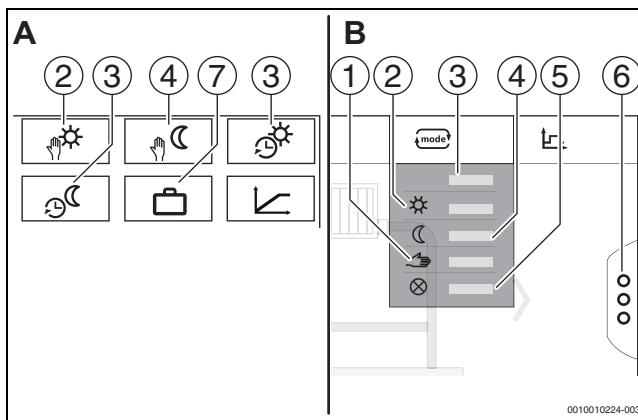
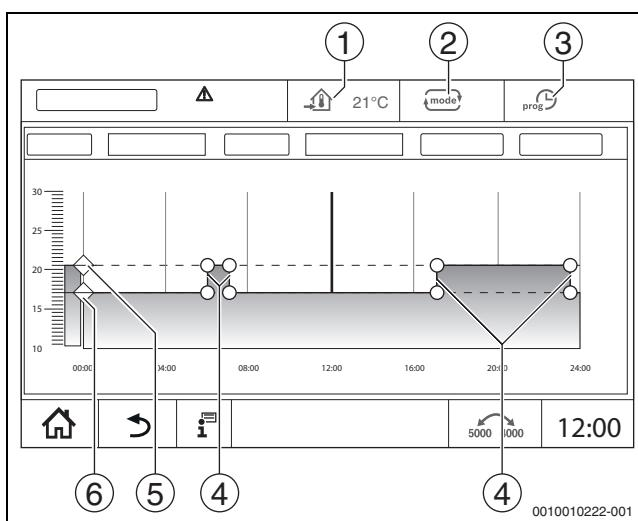

Bild 40 Ansichten Betriebsarten
Bild 41 Automatik Absenkbetrieb im Zeitprogramm ändern
Für die Betriebsarten (→ Bild 41, [2], Seite 65) und die erweiterten Funktionen (→ Bild 40, [6], Seite 40) können jeweils eigene Temperaturen und Umschaltkriterien eingestellt werden. Die Einstellungen können für jeden Heizkreis und jede Betriebsart separat vorgenommen werden.
- **Manuell Heizbetrieb** (→ Bild 40, [2])
- **Manuell Absenkbetrieb** (→ Bild 40, [4])
- **Urlaub** (→ Bild 40, [7])
Der **Automatik Heizbetrieb** wird über die Parameter in den Servicemenüs vordefiniert. Die Parameter lassen sich im Zeitprogramm ändern (→ Bild 41, [4], [5], Seite 65).
Der **Automatik Absenkbetrieb** wird über die Parameter in den Servicemenüs vordefiniert. Die Parameter lassen sich im Zeitprogramm ändern (→ Bild 41, [4], [6], Seite 65).
- Temperaturen durch Verschieben der Punkte (→ Bild 41, [5], [6]) ändern.